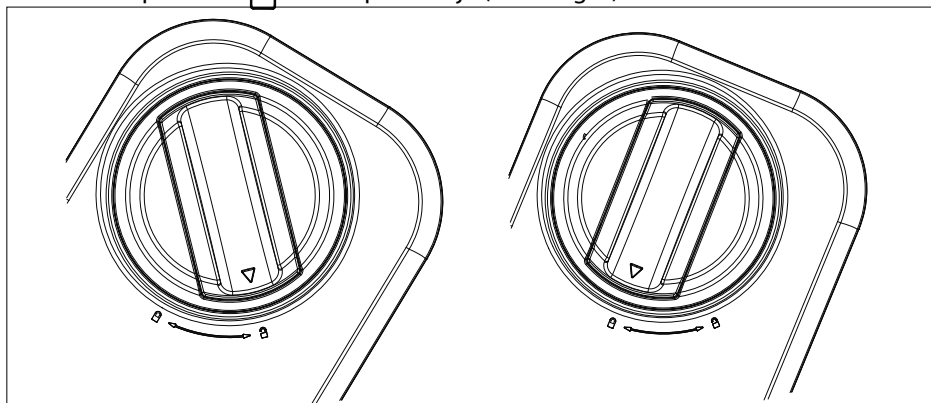

Fig. 8
- ▶ Gire la tapa hacia  hasta que encaje (véase fig. 8).